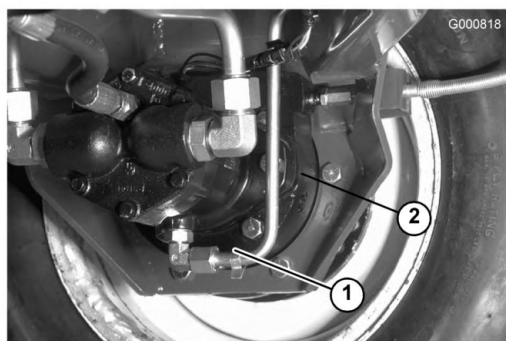

Figure 66
2. Retirez le bouchon du train planétaire (Figure 65) et le bouchon de contrôle à l'arrière du frein (Figure 66).